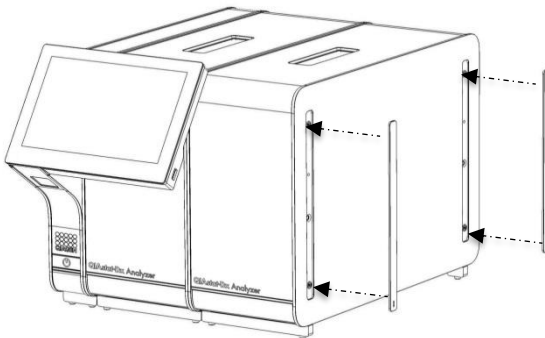

Abbildung 14: Wiederanbringen der Schutzabdeckungen am zusätzlichen Analysemodul
5. Bringen Sie die Schutzabdeckungen wieder an der Seite des zusätzlichen Analysemoduls an (Abbildung 14).